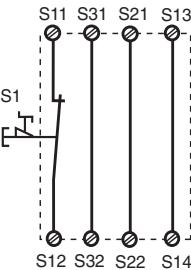
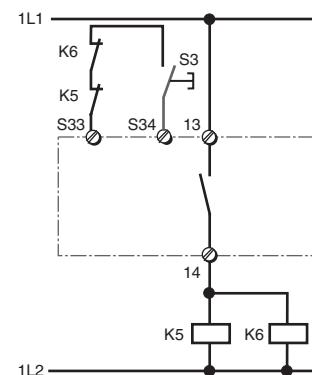

Fig. 2: Eingangskreis einkanalig, autom. Start/Single-channel input circuit, automatic reset/Commande par 1 canal, validation automatique
Fig. 10: wie Fig. 9 mit überwachtem Start/ Like Fig. 9 with monitored reset/comme Fig. 9 avec surveillance du poussoir de validation
In Fig. 2 ... Fig. 10 sind Anschlußbeispiele für NOT-AUS-Beschaltung mit automatischem und überwachtem Start, Schutztürsteuerungen sowie Kontaktvervielfachung durch externe Schütze.
- Fig. 2 und 7: **keine** Verbindung S33-S34
Beachten Sie bei Fig. 2 und 7: Das Gerät startet bei Spannungsausfall und -wiederkehr automatisch. Verhindern Sie einen unerwarteten Wiederaufstart durch externe Schaltungsmaßnahmen.
In Fig. 2 ... Fig. 10 are connection examples for Emergency Stop wiring with automatic and monitored reset. Safety gate controls as well as contact expansion via external contactors.
- Fig. 2 and 7: S33-S34 **not** connected
Please note for Fig. 2 and 7: the device starts automatically after loss of power. You should prevent an unintended start-up by using external circuitry measures.
Les figures 2 à 10 représentent les différents câblages possibles du PNOZ X3P à savoir : poussoir AU avec réarmement automatique ou auto-contrôlé, interrupteurs de position et augmentation du nombre des contacts de sécurité par contacteurs externes.
- Fig. 2 et 7: **pas** de câblage sur S33-S34
- Fig. 7: Réarmement automatique en cas de surveillance protecteur: lorsque le protecteur est ouvert, le circuit S13-S14 se ferme et le relais est prêt à fonctionner. Dès la fermeture des canaux d'entrée S11-S12, S21-S22 et S31-S32, les contacts de sortie du relais se ferment. Dans le cas de la figure 2 et 7, l'appareil se réarme automatiquement après une coupure et une remise sous tension. Evitez tout risque de redémarrage par un câblage externe approprié.